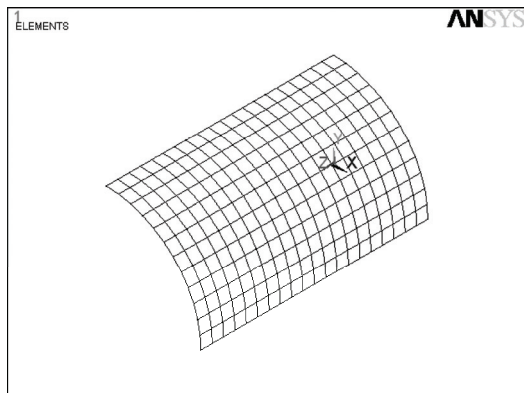

图 5-28 网格划分结果显示
13) 选择 Utility Menu | Plot | Elements 命令，ANSYS 显示窗口将显示网格划分结果，如图 5-28 所示。